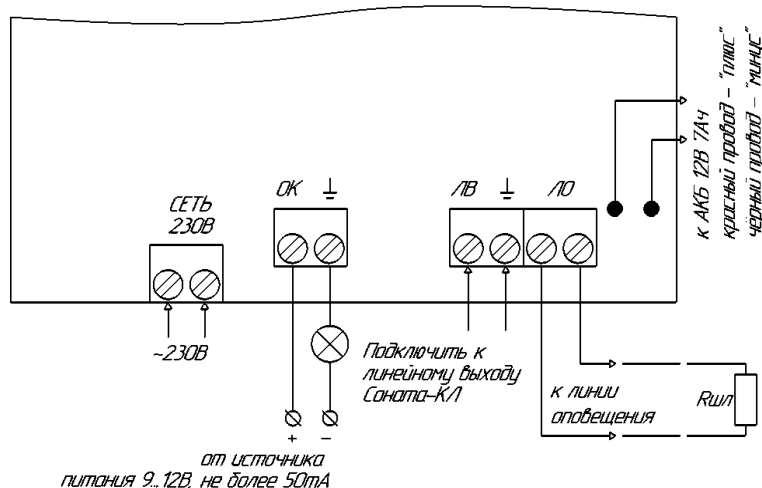

Рисунок 1. Схема внешних соединений прибора «С-КЛ-БР», «СОНАТА-КЛ-БР»
9.2. Прибор устанавливается на объекте в таком месте, где он защищен от воздействия атмосферных осадков, механических повреждений и доступа посторонних лиц. Электрические соединения прибора при установке производятся в соответствии со схемой подключения (рис. 1). Варианты схем подключения акустических оповещателей представлены в приложении №1 к паспорту.